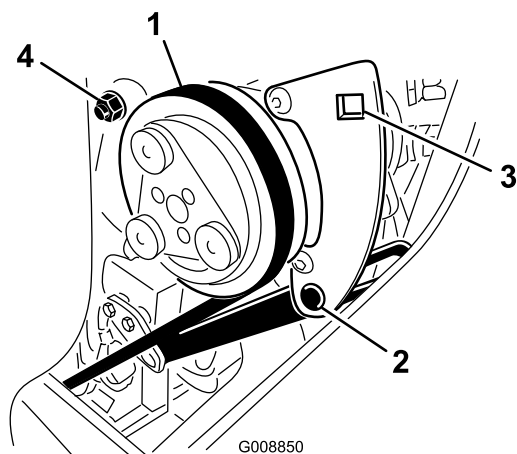

Figure 79
1. Desserrez le boulon de pivot et le boulon de réglage du compresseur (Figure 79).
2. Insérez une clé dynamométrique dans le trou carré du support du compresseur (Figure 79).